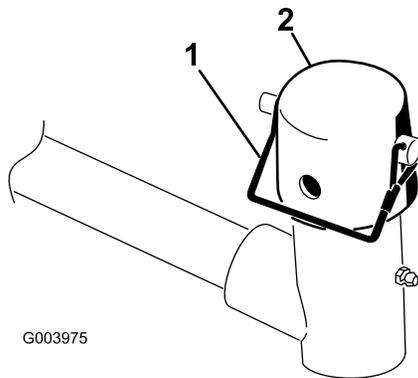

Bild 9
7. Entfernen Sie den Klappstecker und den Lastösenbolzen der Stift- und Verbindungsleinenbaugruppe des Hubarmgelenkjoch. Entfernen Sie dann die Kappe (**Bild 9**).
11. Befestigen Sie die Kappe und die Trägerrahmenwelle mit dem Einraststift am Hubarmjoch (Bild 9).